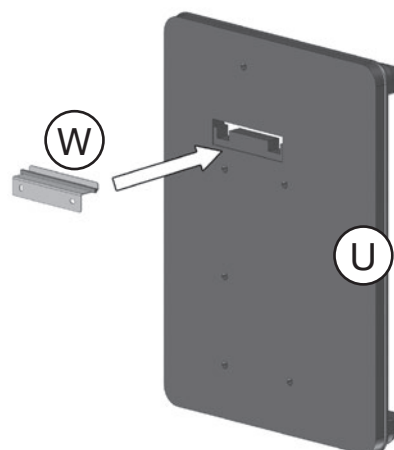

fig. 4.2: Inserte el soporte de pared en escuadra en el aislamiento posterior
4. Inserte el soporte de pared en escuadra (W) en el aislamiento posterior (U) desde la parte posterior (fig. 4.2).